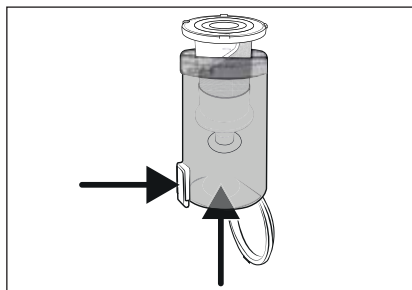

Fig. 20
- 3) Rimuovere il filtro in acciaio inox **6** dal contenitore di raccolta della polvere **7** premendo il tasto di sblocco per il coperchio del contenitore di raccolta della polvere **8**. Estrarre, quindi, il filtro in acciaio inox **6** dal contenitore di raccolta della polvere **7** dal basso (vedere fig. 20).